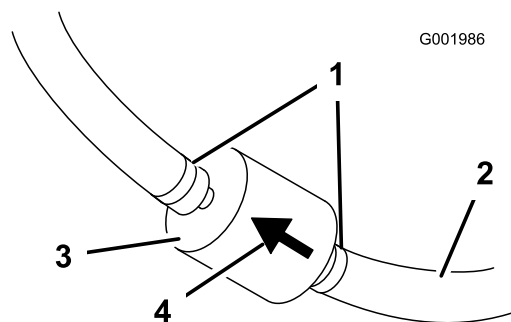

Figure 50
5. Pincez les extrémités des colliers et faites glisser ceux-ci pour les éloigner du filtre (Figure 50).